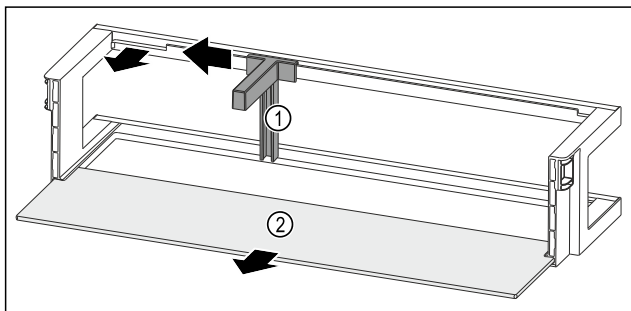

Fig. 214 Лотки на дверцятах із тримачем пляшок і полицею
- Пересуньте тримач пляшок Fig. 214 (1) убік до пази.
- Вийміть тримач пляшок Fig. 214 (1).
- Дістаньте полицю Fig. 214 (2).